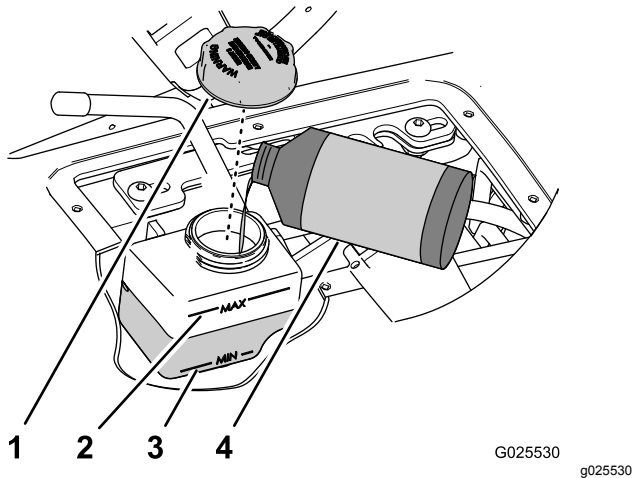

Bild 61
4. Prüfen Sie den Flüssigkeitsstand im Behälter für den Fahrgeschwindigkeitszylinder (Bild 61).
- A. Reinigen Sie den Bereich um den Behälterdeckel (Bild 61).
- B. Nehmen Sie den Deckel vom Behälter ab (Bild 61).
- C. Füllen Sie die angegebene Flüssigkeitssorte ein, um den Stand zwischen die Min- und Max-Markierungen an der Behälterseite zu bringen (Bild 61).
- D. Schrauben Sie den Deckel mit der Hand fest (Bild 61).